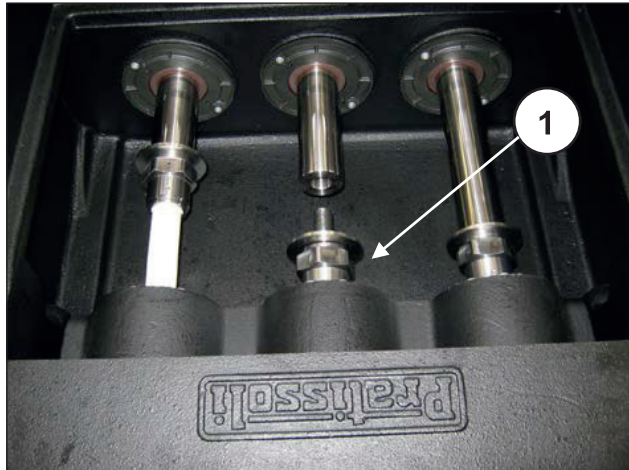

Fig. 165
Dévisser les pistons et les dégager de la tige un à un et en les rapprochant de leurs chemises respectives (rep. ①, Fig. 165).